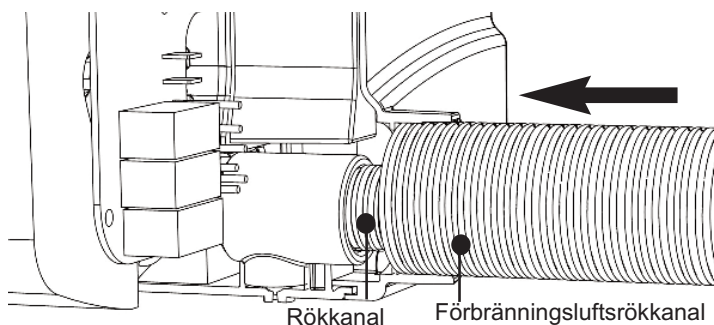

Bild 22 Montering av förbränningslufts-rökkanal
- ii. Montera förbränningslufts-rökkanalen på beredaren genom att dra den över rökkanalen och sedan ansluta den till beredaren (se bild 22).